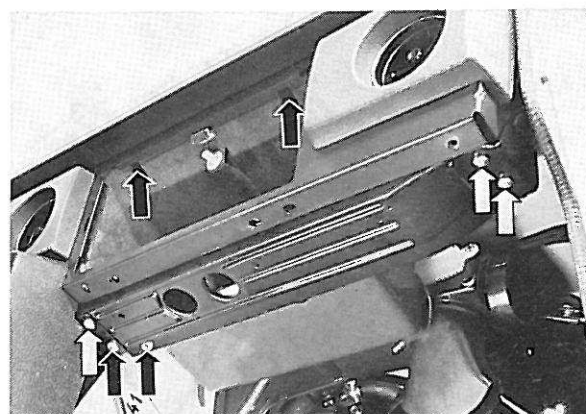

Figure 15. Démontage du support de la boîte à gants
8. Démonter le support de la boîte à gants et la boîte avec la lampe d'éclairage (figure 15).